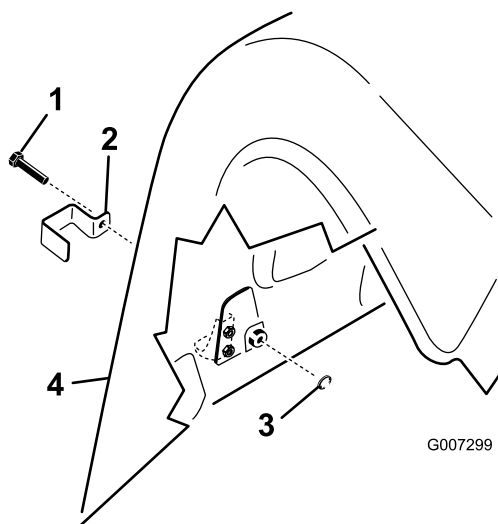

Figure 15
1. Sur le modèle ProCore 864, fixez une patte de blocage aux verrous de capots supérieurs et inférieurs arrière gauches et droits avec une vis d'assemblage (quatre en tout) (Figure 15).
2. Sur le modèle ProCore 1298, fixez une patte de blocage sur tous les verrous de capot inférieurs arrière et sur le verrou de capot supérieur extérieur des capots arrière droit et gauche avec une vis d'assemblage (trois par tête d'aération, six en tout) (Figure 15).
3. Avec une pince ou une clé réglable, vissez une rondelle de blocage interne sur chaque vis (1-2 filets) pour fixer le verrou (Figure 15).